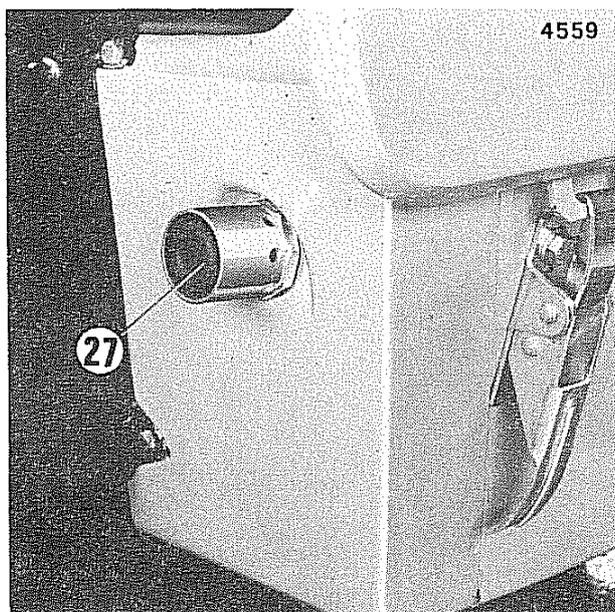

Fig. 21 - Comando termoavviatore
Per l'avviamento in climi particolarmente rigidi è applicato alla trattrice mod. 834 un termoavviatore a candeetta comandato dal pulsante **27** (fig. 21). Usare il termoavviatore solo con temperature inferiori a 0 °C, che possono rendere difficile il normale avviamento; per l'uso corretto procedere nel seguente modo:
- Premere il pulsante **27** (fig. 21) del dispositivo per un periodo di circa 30-40 secondi.